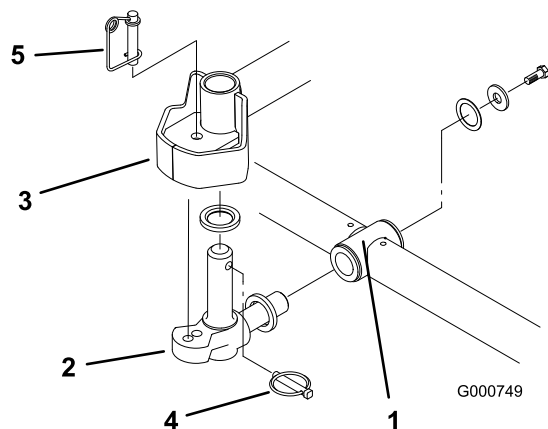

Bild 16
6. Setzen Sie eine Druckscheibe auf die horizontale Welle des Kreuzgelenks, wie in (**Bild 16**) abgebildet.
7. Setzen Sie die horizontale Welle des Kreuzgelenks in das Befestigungsrohr des Trägerrahmens (**Bild 16**).
8. Befestigen Sie das Kreuzgelenk mit einer Druckscheibe, einer Flachscheibe und einer Bundkopfschraube am Trägerrahmen (**Bild 16**).
9. Setzen Sie eine Druckscheibe auf die vertikale Welle des Kreuzgelenks (**Bild 16**).
10. Falls abgenommen, setzen Sie die vertikale Welle des Kreuzgelenks auf die Hubarmdrehnabe (**Bild 16**). Führen Sie das Kreuzgelenk zwischen den beiden Zentrierpuffern aus Gummi in die Unterseite der Lenkplatte des Hubarms ein.
11. Setzen Sie den Klappstecker in das Kreuzloch an der Kreuzgelenkwelle (**Bild 16**).
Hinweis: Wenn Sie eine fixierte Schneideineinstellung wünschen, setzen Sie den Lenksperrstift auf das Befestigungsloch des Kreuzgelenks (Bild 16).
14. Haken Sie den Federdraht unten um den Lenksperrstift (Bild 16).